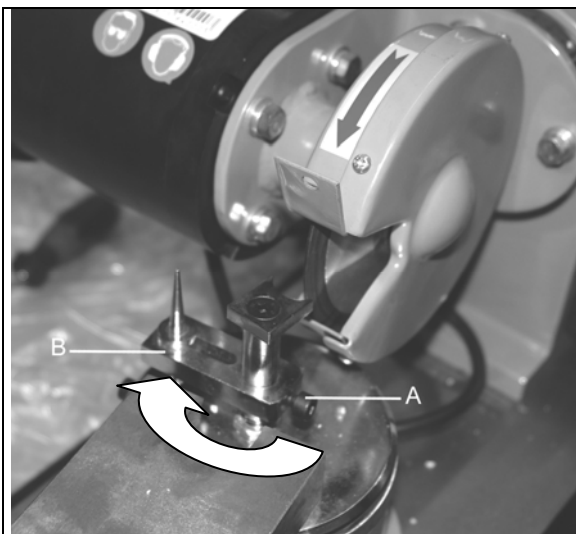

Abb. 9A
**Achtung:** Um den Werkzeugschlitten in die korrekte Position zum Schärfen der Dachschneden schwenken zu können, ist es notwendig, die Anschlagnadel auf die Motorseite zu drehen. (Abb.9A)
Dazu muß die Imbusschraube (Abb.9A-A) gelöst und die Anschlagnadel auf die Motorseite gedreht werden!